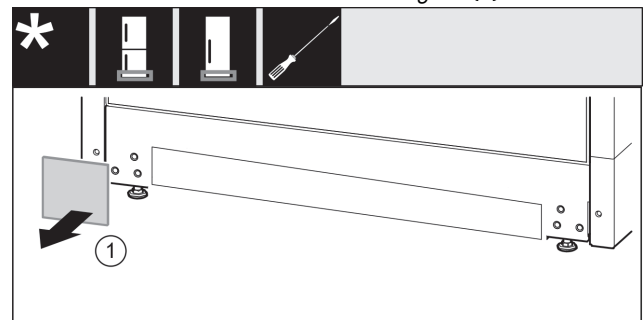

Fig. 15
- ▶ Ta av dekselet. Fig. 15 (1)